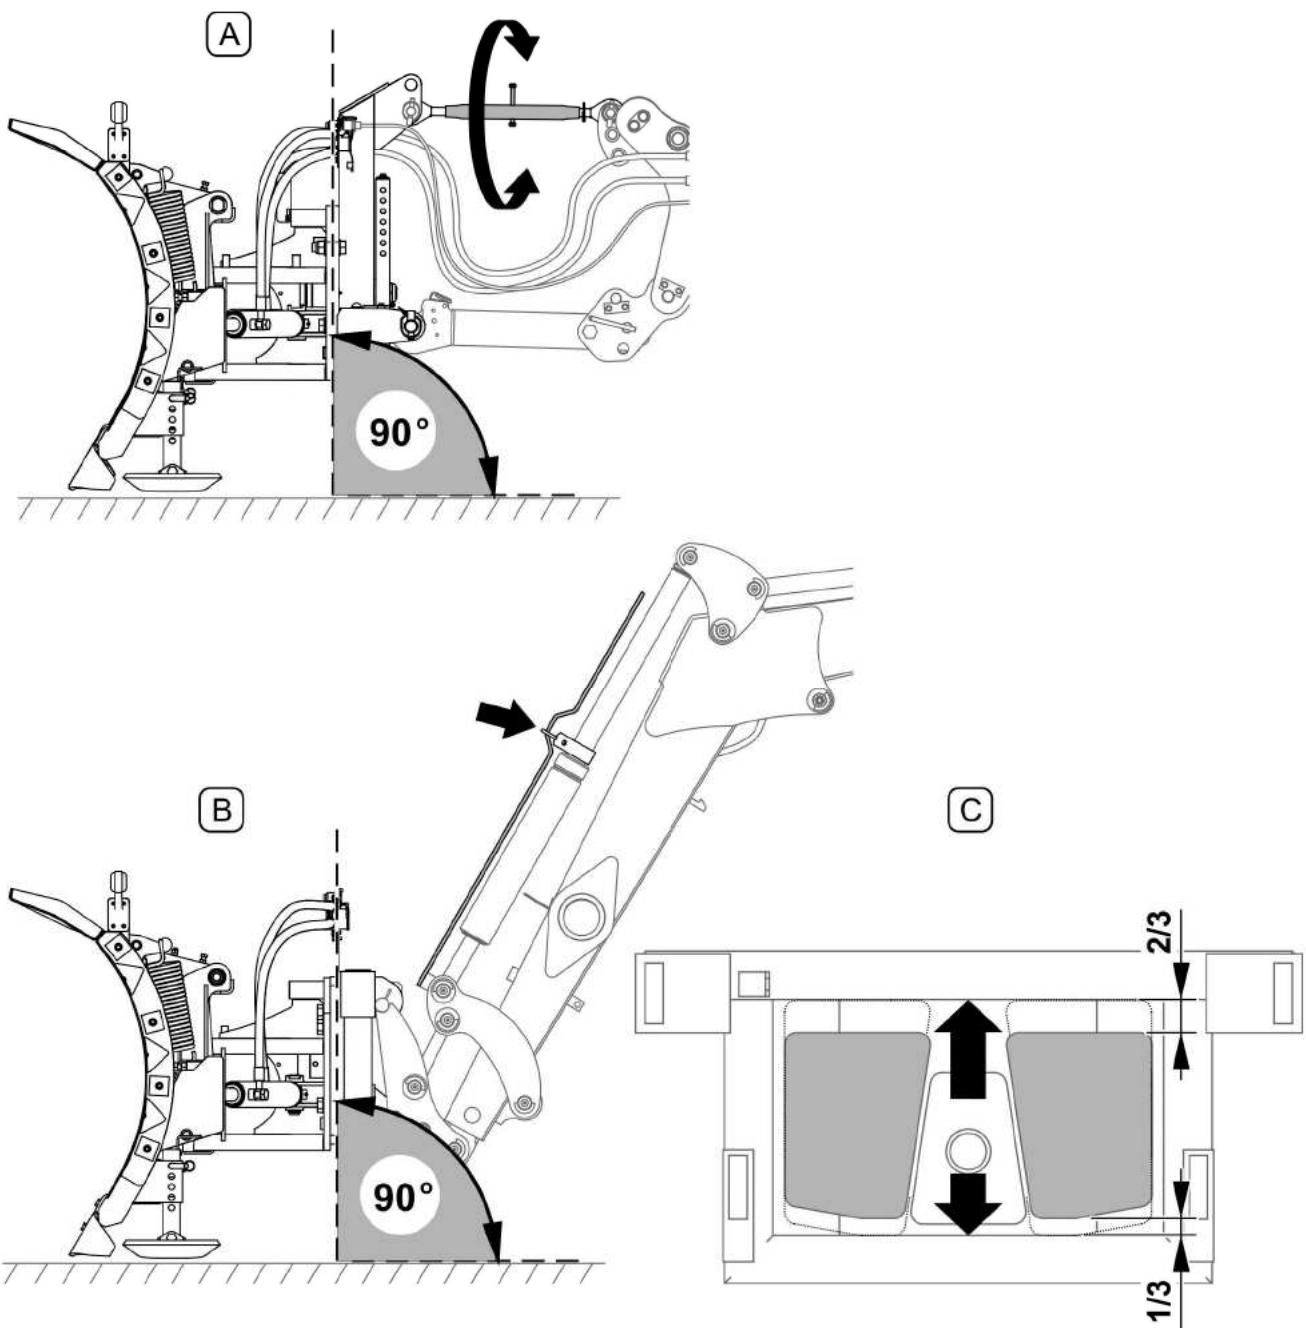

РИСУНОК 4.7 Установка корпуса снегоуборочного плуга
С целью обеспечения оптимальной эксплуатации необходимо установить корпус снегоуборочного плуга (РИСУНОК 4.7) под углом 90° к плоскости очищаемой поверхности. В
транспортных средствах с трехточечной системой навески (A) это можно сделать путем регулирования верхнего тягово-цепного устройства, а во фронтальных погрузчиках (B) - путем соответствующей установки рамки быстрого крепежа орудия (напр. при помощи датчика положения рабочего органа – если установлен на плуге). Плуг с качающейся системой навески (напр. с трехточечной системой навески кат. II, системой EURO-SMS, для погрузчиков с евро-цепкой и ŁC-1650) необходимо установить так, чтобы при копировании рельефа местности, когда плуг опрется на очищаемую поверхность, диапазон перемещения корпуса плуга относительно системы навески составлял соответственно 1/3 вниз и 2/3 вверх от полного хода (РИСУНОК 4.7, С). В случае работы с плугом с качающейся системой навески транспортное средство (*трехточечная система навески трактора или стрела погрузчика*) должно быть установлено в фиксированном положении - не работать в "плавающем" положении. Во время работы стрела-манипулятор не может оказывать нагрузку на плуг.